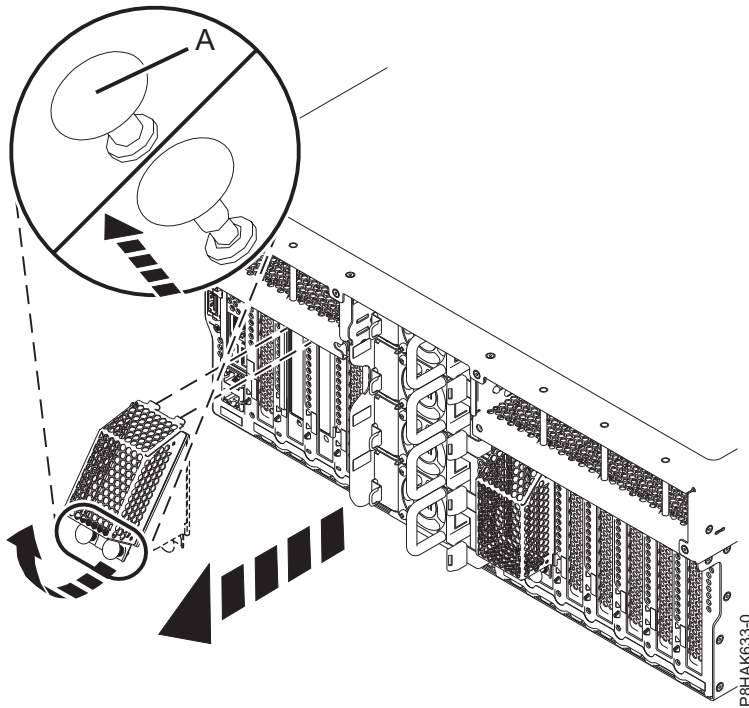

Figura 33. Extracción del protector del adaptador GPU
- a. Tire del botón de bloqueo (A) para dejarlo en la posición de abierto, tal como se muestra en la Figura 33 en la página 39.
- c. Sujete el protector, gire el protector en la dirección que se muestra en la Figura 33, y, a continuación, tire del protector desde la mampara posterior.